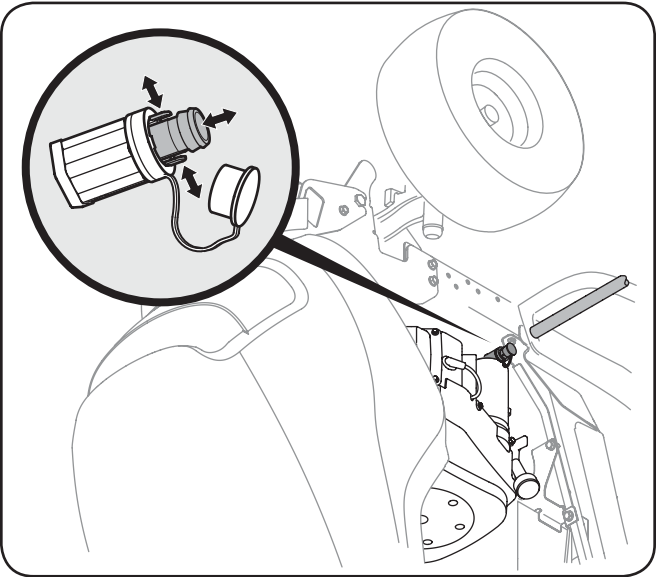

Figure 6-1
- 3. Soulevez le capuchon de protection à l'extrémité de la soupape de vidange de l'huile pour exposer l'orifice de vidange. Voir la Figure 6-1.
- 6. Pincez les languettes sur la soupape de vidange d'huile, puis tirez pour commencer à vidanger l'huile. Voir la Figure 6-1